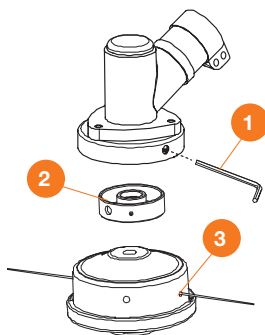

Рис. 9
- Установите верхний опорный фланец ❷ (Рис. 9).
- Заблокируйте вал редуктора стопорным ключом ❶. Для этого совместите отверстие в редукторе и на верхнем фланце, вставьте стопорный ключ ❶ в отверстие.
- Закрутите косильную головку ❸ в направлении против часовой стрелки.